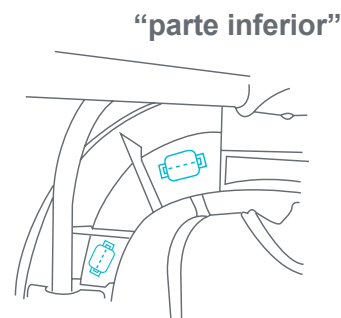

Fig. 2c
- Desde la parte inferior de la bandeja jale de cada tira completamente a través de cada ranura. Si es necesario, doble la cinta de doble capa y sáquela de la ranura en la parte inferior. The ends of the straps should que quede plana contra la parte inferior de la bandeja (Fig. 2c).